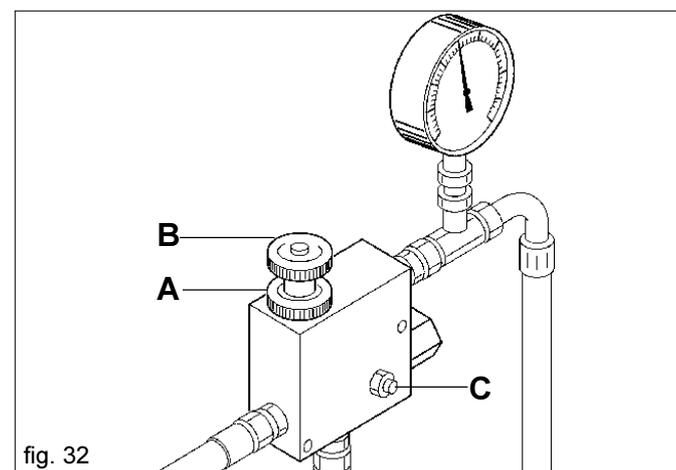

fig. 32
Avec le moteur arrêté et le tracteur bloqué, enclencher correctement tous les raccords rapides. Mettre en marche le tracteur et, afin d'éviter l'instabilité de la soufflante, actionner l'installation au minimum pendant quelques minutes jusqu'à ce que la pression de tout le circuit devienne constante. La pression peut être réglée uniquement lorsque l'huile atteint une température optimale et que la soufflante tourne à une vitesse constante. Si l'outil est utilisé avec différents tracteurs et, donc, avec différents distributeurs et huiles, il faut répéter la procédure de réglage pour chaque tracteur. Dans les tracteurs équipés de pompe à débit variable, (circuit hydraulique fermé), et dotés de régulateur de débit de l'huile, il faut ouvrir complètement le régulateur à trois voies (B Fig. 32) et commencer par un faible débit d'huile en ouvrant graduellement le régulateur à l'intérieur du circuit du tracteur jusqu'à ce que l'on atteigne la pression souhaitée, indiquée par le manomètre (C Fig. 29).
Si vous voulez augmenter la vitesse de rotation de la turbine pour le semis de semences plus lourdes agir avec grande prudence en opérant comme suit (Fig. 32):
- desserrer le collier de serrage (A Fig. 32);
- tourner en sens horaire ou contraire le volant (B) pour diminuer ou augmenter la pression et par conséquent le nombre de tours de la turbine.
Il est interdit pour quelque motif que ce soit de toucher à la vis (C Fig. 32) car cela pourrait provoquer la rupture du moteur ou de la pompe.